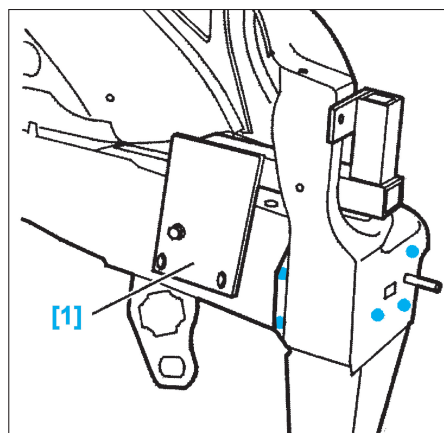

FIG. 6
- Souder par points électriques (avec l'équipement AB1) (Fig.6).